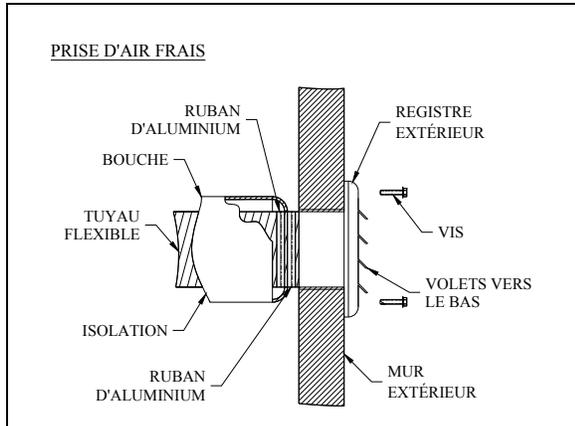
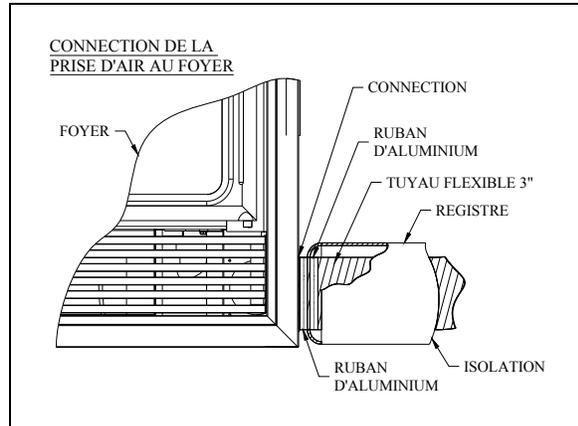

Figure 27
Figure 28
Faites un trou de 3¼ (83 mm) dans le mur extérieur de la maison à l'endroit choisi. De l'extérieur, placez la bouche d'air extérieure dans le trou (la face ouverte vers le bas) et fixez la bouche au mur à l'aide de vis tel qu'illustré (figure 27). Posez le tuyau isolé sur le tube de la bouche et sur le raccord d'air extérieur du foyer (voir figure 28). À chaque extrémité, retirez délicatement l'isolant et l'enveloppe de plastique, pour exposer le tuyau flexible. Fixez le tuyau flexible à l'aide des courroies. Si vous désirez un joint plus étanche, utilisez du ruban d'aluminium. Collez le ruban autour du joint entre le tuyau flexible et les prises d'air. Remplacez délicatement l'isolant et l'enveloppe de plastique sur le tuyau. Fixez le plastique à l'aide de ruban d'aluminium.
- 5) Attachez un tuyau flexible isolé (non inclus) à l'adaptateur (inclus) et à la terminaison extérieure (non-incluse) avec les 2 attaches ajustables (non-incluses) figure 27, 28 & 33.